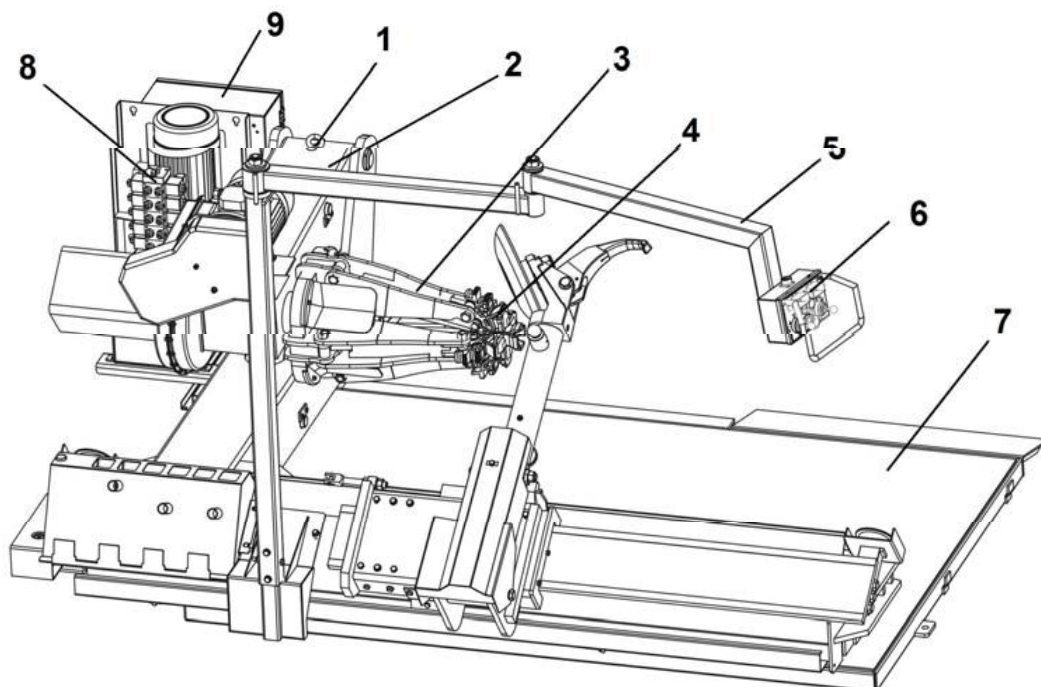
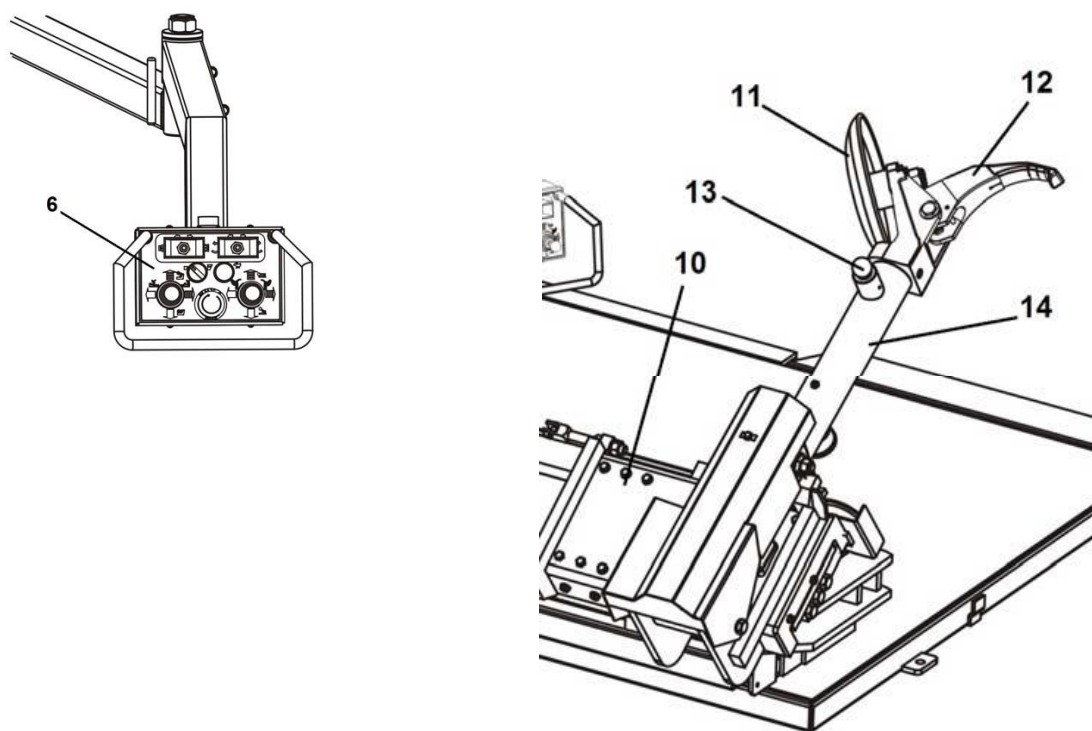

Рисунок 4
Рисунок 5
Расположите шиномонтажный станок, подняв его специальным кронштейном (1-рис. 4), опустите самоцентрирующуюся цангу, удерживая рычаг (2-рис. 4) до упора, закройте самоцентрирующуюся цангу (3-рис. 4) полностью и переместите инструмент каретки (10-рис. 5) к самоцентрирующейся цанге до упора.
– на рычаге держателя инструмента имеется ручка положения рычага инструмента (13, рис. 5). Вытяните ее наружу, чтобы расширить кронштейн инструмента.
– Используя джойстик 2, установите кронштейн снимающего рычага 14, (рис.5) в вертикальное положение.
– Используя джойстик 1, отодвиньте выдвижной стол 13, (рис. 5) от самоцентрирующей цанги и установите колесо вертикально на выдвинутом столе.
– При помощи джойстика 1 поднимите или опустите кронштейн, чтобы установить самоцентрирующуюся цангу 3, (рис. 5) по центру по отношению к ободу.
– При помощи кронштейнов зажимного устройства 22, (рис. 5) в закрытом положении передвиньте колесо на выдвижном столе к самоцентрирующей цанге. Посредством переключателя 9, (рис. 5) зафиксируйте цангу на внутренней поверхности обода колеса.